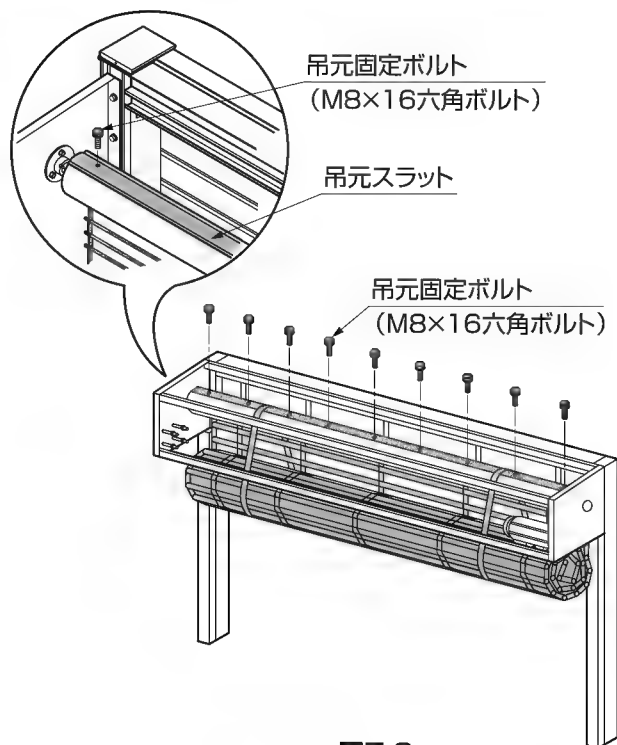

図7-2
④シャフトに仮止めしている「吊元固定ボルト」を一旦取外してください。(図7-2参照)
⑤吊元スラットをシャフトまで引き上げて④で取外した「吊元固定ボルト」でシャフトに取付けてください。